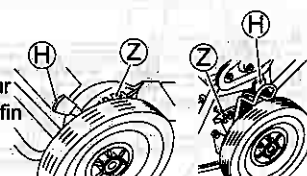

Fig. 21.
2 Tirez le levier de réglage de la hauteur de tonte (H) vers le côté de la roue, afin de le séparer des dentsures (Z). (Voir Figs. 21 et 22.)